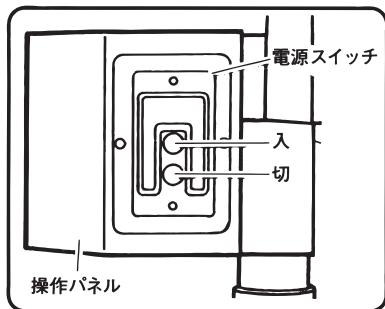
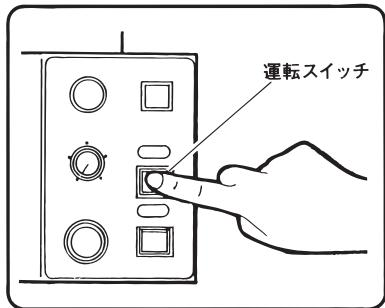
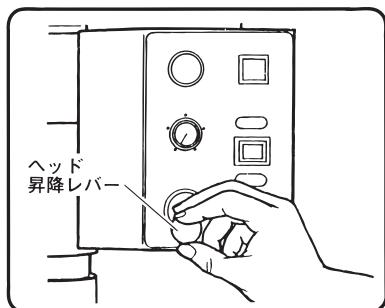

図 17
図 19
図 20
- (1) 電源スイッチ（19ページ図17参照）を一旦切り、5秒程度してから再度入れ、ヘッド昇降レバー（図20）を上に倒してください。1回でヘッドが上昇しないときは、この操作を2～3回繰り返してください。
- (1) ヘッド昇降レバー（図20参照）を上に倒し、ヘッドを最上位置に上げます。
- (2) 木材の墨線をバイスボードの先端に合わせ、木材をバイスハンドルで確実に締付け、タテビキのこ刃にあたらない位置までバイスを後退します。
- (3) 下降速度選択ツマミをまわし、下降速度目盛1に合わせます。
- (4) 運転スイッチ（図19参照）を入れ、のこ刃をまわします。
(5) バイスレバーを手前に引いて、木材に切り込みをかけます。
(6) ヘッド昇降レバー（図20参照）を下に倒し、ヘッドを下降させ切削します。